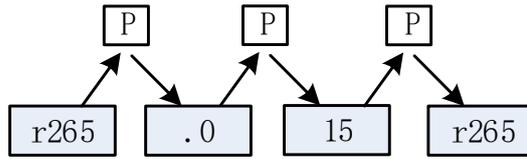

图 5-5 主站有功电流实际值查看操作顺序
**示例 1** 查看 r265.0 主站有功电流实际值，操作顺序如图 5-5 所示。数据 15 表示主站有功电流为 15A。